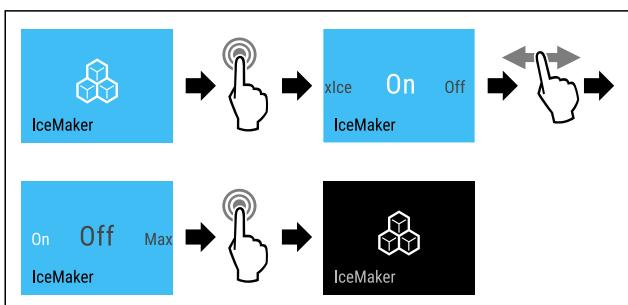

Fig. 23 Vzorčni prikaz z aktivno funkcijo IceMaker
- Izvedite zahtevane korake (glejte Fig. 23) .